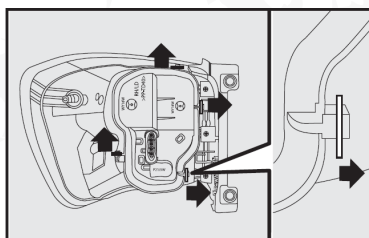

fig. 32
- 5) Presione las pestañas A-fig. 32 de bloqueo del portalámparas y quite el ensamble de la lente.